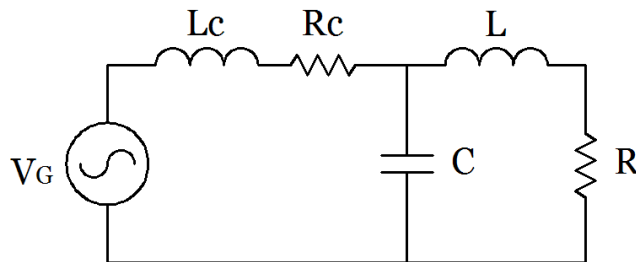

Figura 9.7: Circuito (d)
8. Calcule a expressão que determina a diferença de potencial no capacitor em função da tensão da fonte  $V_G$ , no circuito da figura 9.7, sendo  $R_c$  e  $R$  as resistências em ohms,  $L_c$  e  $L$  as indutâncias em henries e  $C$  a capacitância em farads.